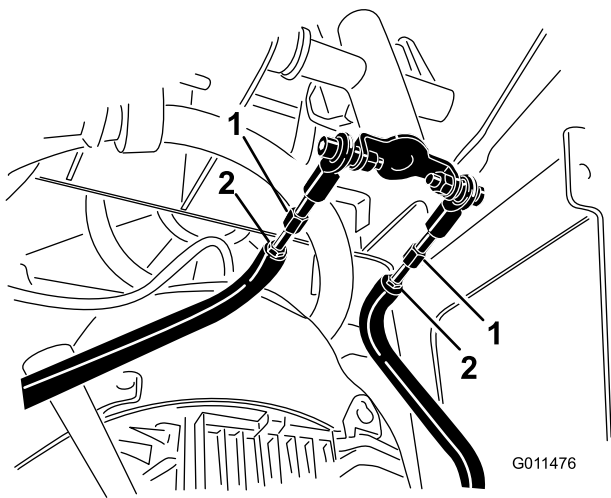

Bild 54
- D. Lösen Sie die Klemmmuttern an den Zugstangen unter dem Bedienfeld (Bild 54).